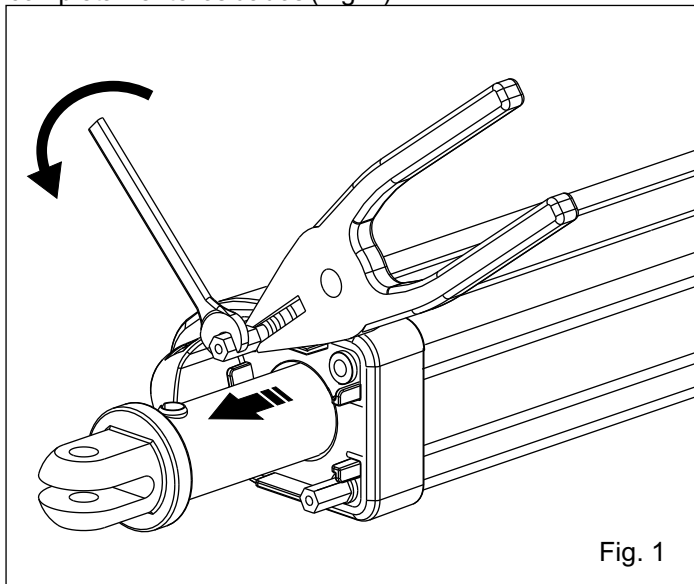

Fig. 1
1. Destornillar los 2 dados hexagonales que se encuentran sobre el operador ALPHA de 3/5 mm o de lo mínimo indispensable para insertar una pinza de punta para bloquear el tirante interior, a ese punto destornillar completamente los dados (Fig. 1).